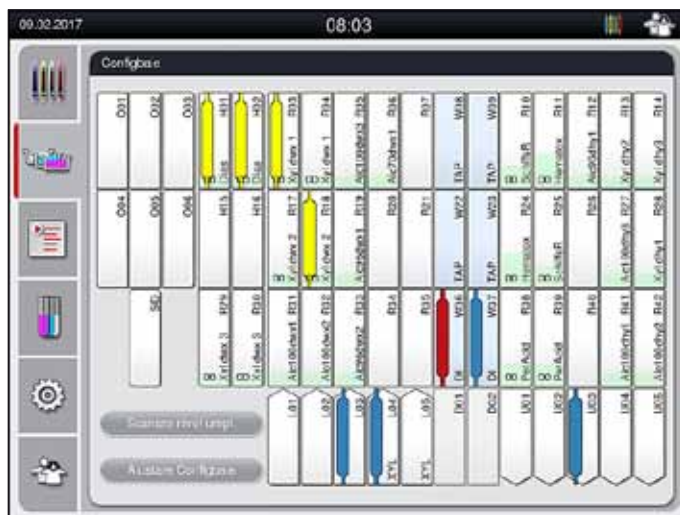

Fig. 83
- Culoarea detectată a cadrului și prescurtarea atribuită programului vor fi afișate în configurația de ocupare a băii la stația respectivă (→ "Fig. 83").
- Configurație cu detalii stație (→ "Fig. 83").